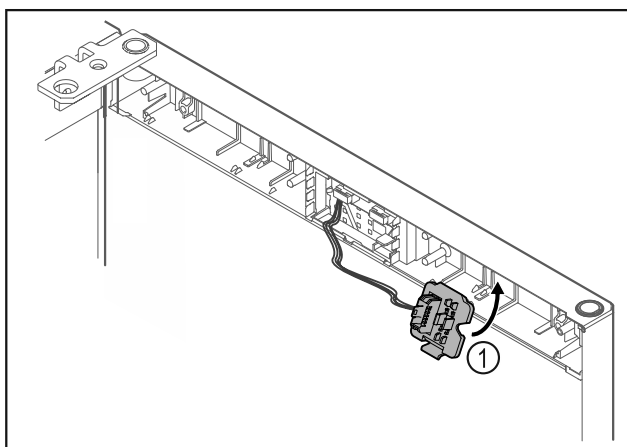

Fig. 23
- ▶ Uglavite držač utikača Fig. 23 (1) na suprotnu stranu.